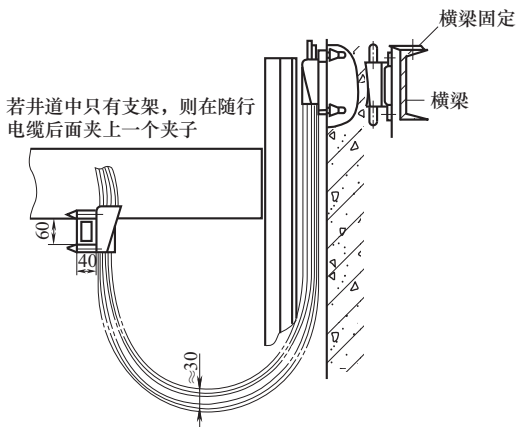

图 10-13 电缆间的活动间隙
(6) 当有数条电缆时, 要保持电缆的活动间距, 并沿高度错开 30mm, 如图 10-13 所示。
(2) 扁形电缆与井道壁及轿底的固定如图 10-13 所示。